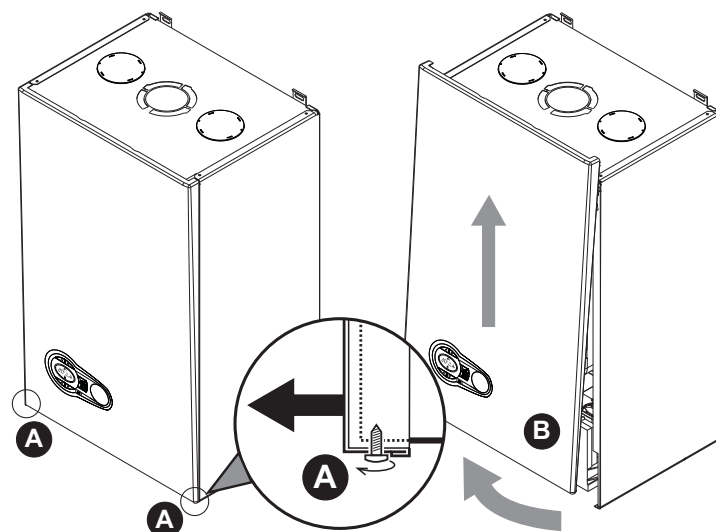

рис. 24 - Открытие передней панели
1. Отвинтите не до конца винты **A** (см. рис. 24).